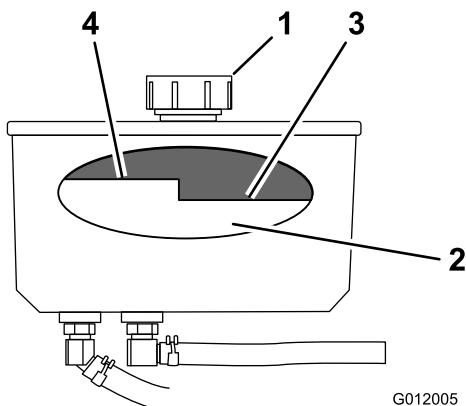

Figure 75
4. Nettoyez la surface autour du bouchon et du goulot de remplissage (Figure 75).
5. Enlevez le bouchon du goulot de remplissage (Figure 75).
Remarque: Lorsque l'huile est chaude, le niveau doit être en dessous du repère « à chaud » sur le déflecteur (Figure 75).